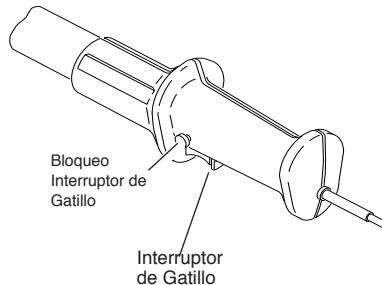

Figura 20 - Mango de la Sierra de Pértiga con el Bloqueo del Interruptor de Gatillo
4. Cuando esté listo para realizar el corte, preseione el bloqueo del interruptor de gatillo y accione este interruptor (vea Figura 20). Esto encenderá a la Sierra de Pértiga. Al soltar el interruptor de gatillo se apagará la Sierra de Pértiga. Cerciórese de que la cadena está girando a su máxima velocidad antes de comenzar a cortar.